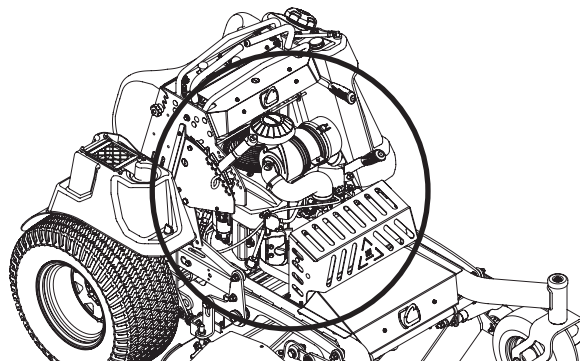

Figure 18
- Nettoyez le collecteur d'échappement, les fusibles, tous les câbles et faisceaux, le tuyau du silencieux, le bouclier du silencieux, les grilles d'admission du moteur et les ailettes de refroidissement, etc (Figure 18).